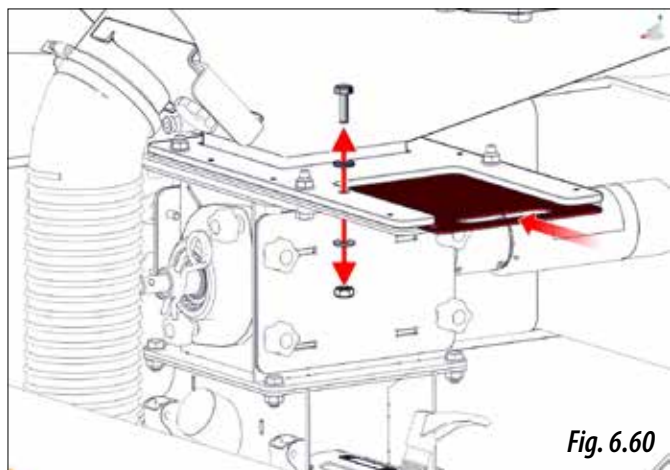

Fig. 6.60
- 2- Fermer la porte à guillotine des doseurs en enlevant une vis qui fixe la position de la porte (figure 6.60).